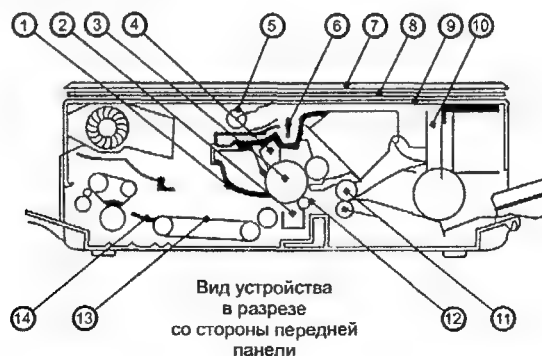

Рис. 47. Последовательность технического обслуживания ксероксов
- ♦ очистить и протереть оптическую систему (короткофокусная линза, лампа) штатными принадлежностями (рис. 47, табл. 4);